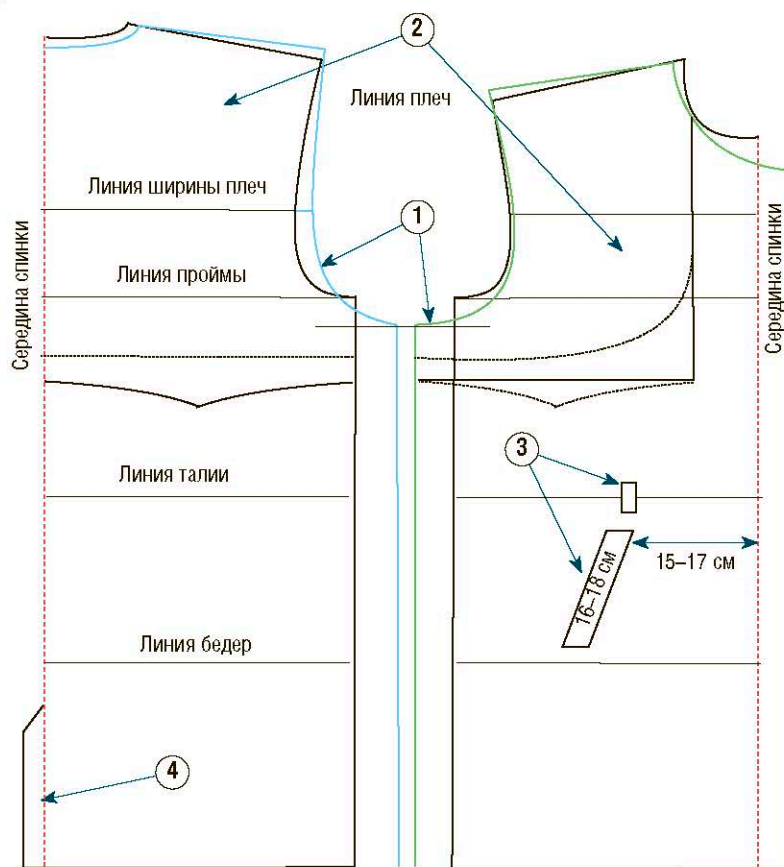

Рис. 1
① Для начала сделайте расширения, необходимые для этого вида одежды. Суммарное расширение составит примерно 32–36 см (на рис. 1 показано голубыми и зелеными линиями).
Расширьте горловину спинки по плечу и увеличьте глубину на 1 см. Расширьте величину обхвата груди на 8 см (это $\frac{1}{4}$ от суммарного расширения: $32 : 4 = 8$ см) и на этом расстоянии проведите параллель к линии бокового среза. Опустите линию проймы на 5 см. Снова начертите кривую проймы соответственно сделанным модификациям, увеличив ширину плеч примерно на 3 см (на рис. 1 показано голубой линией).
Обозначьте ширину полузаноса (запаха), проведя параллель к середине переда на расстоянии примерно 3–5 см. Затем увеличьте полукруг горловины переда, расширив ее на плече на 1–1,5 см и углубив на 3 см. Поднимите конец плеча на 1 см. Расширьте полочку на уровне линии бокового среза и опустите линию проймы так же, как делали это на спинке. Начертите заново линии измененной выкройки (см. зеленые линии на рис. 1). Внимание: линия ширины плеч на полочке удлиняется крайне редко, напротив, она, как правило, даже уменьшается на 1–2 см, что впоследствии компенсируется разрезом, необходимым для построения рукава реглан. Это необходимо для того, чтобы обеспечить большую комфортность при движениях рук. В данном случае ширина плеч уменьшена на 1 см.
② Отлетная кокетка представляет собой дублированную часть, верх которой фиксируется только в нескольких местах (в швах проймы, плеча и горловины), а низ остается свободным. Нарисуйте форму отлетной кокетки переда, начертив для начала вертикаль от точки, расположенной примерно на одной трети горловины. Это местоположение будет откорректировано при вычерчивании перегиба отворота воротника. Длина отлетной кокетки не должна доходить до перегиба отворота, в противном случае она будет загибаться и тем самым может деформировать отлет воротника. Длина и форма отлетной кокетки зависят от индивидуальных предпочтений (см. различные варианты, предложенные на рис. 1). Единственным обязательным условием является то, что низ отлетной кокетки спинки должен по высоте совпадать с низом отлетной кокетки переда, т.е. находиться выше или ниже линии проймы.
③ Отметьте местоположение кармана и шлевки для пояса. Ширина шлевки варьируется от 1 до 3 см, а длина зависит от ширины пояса (обычно она составляет 4 см). Шлевки (на этой модели их пять) располагаются на уровне талии на середине спинки, на боковых швах и над карманами, находящимися на полочке. Карман, встроенный в рельефный декоративный разрез, обрабатывается широкой листочкой (см. с. 38).
④ На середине спинки зафиксируйте высоту шлицы. В большинстве случаев она начинается от линии обхвата бедер или от линии паха (см. с. 16). Поскольку на мужской одежде шлица имеет форму плоской складки, обозначьте ее глубину, которая варьируется в зависимости от толщины ткани и длины шлицы: чем длиннее шлица, тем больше ее глубина, и наоборот. Это необходимо для того, чтобы при ходьбе подкладка не вываливалась наружу. На представленной здесь модели ширина подгиба шлицы равна 3 см.